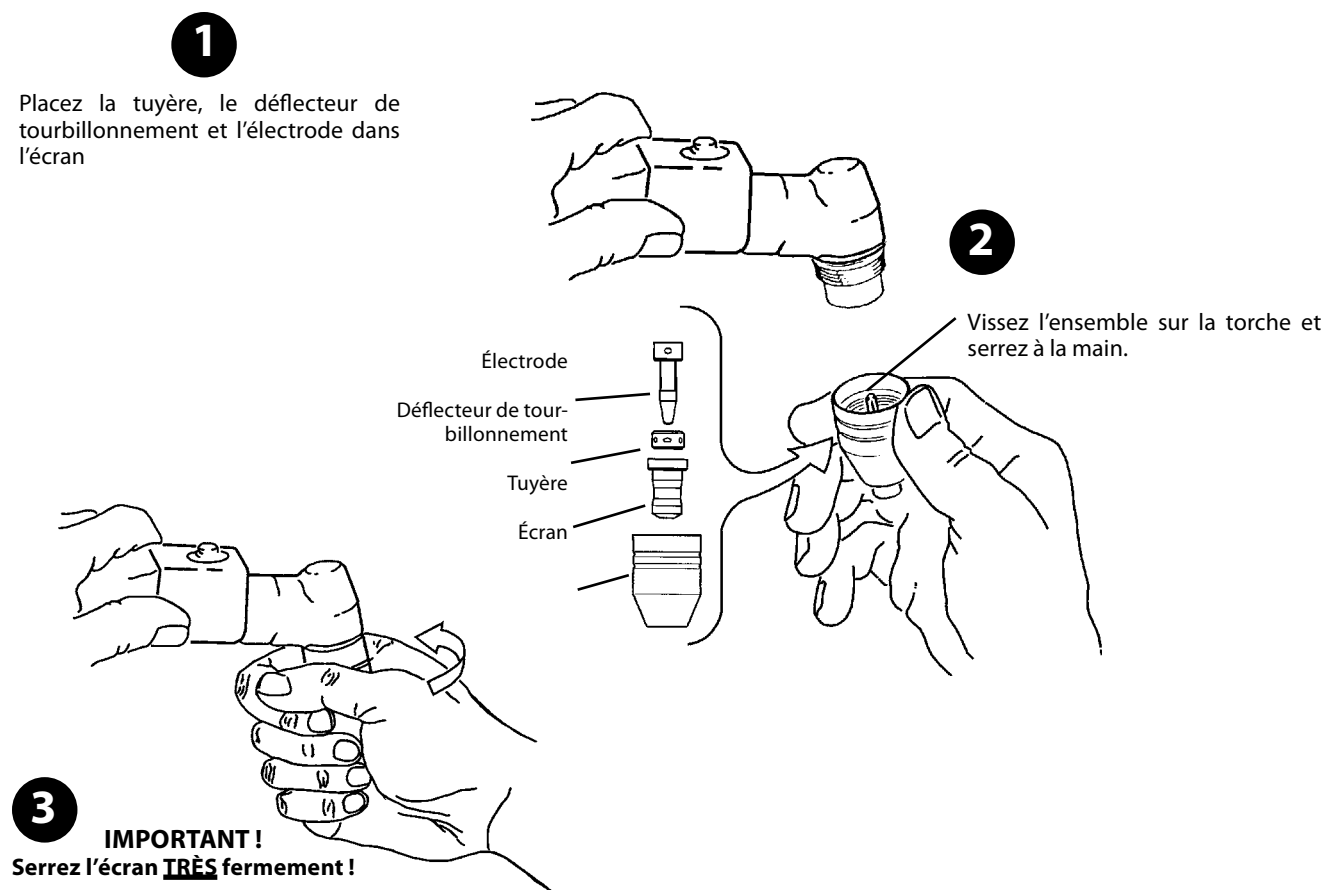

Figure 3-1. Assemblage des pièces de l'extrémité avant de la torche PT-27
Installez les pièces de l'extrémité de la torche PT-27 selon la figure 3-1.
1. Orientez la tête de la torche vers le bas (voir la figure 3-1) et enlevez l'écran. La tuyère, le déflecteur de tourbillonnement et l'électrode vont se dégager de la tête et rester sur l'écran. Retirez ces composants et inspectez leur état d'usure. La tuyère et l'électrode s'usent généralement à la même vitesse. Pour un rendement optimal, remplacez-les en même temps.
B. Pour remplacer les composants de l'extrémité susmentionnés, consultez la figure 3-1.